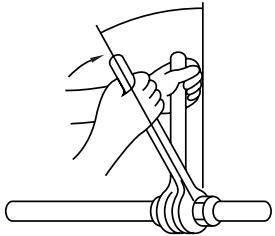

Fig. 5-10
- Appicare una piccola quantità di refrigerante alla superficie di posa della tubazione. (Fig. 5-10)